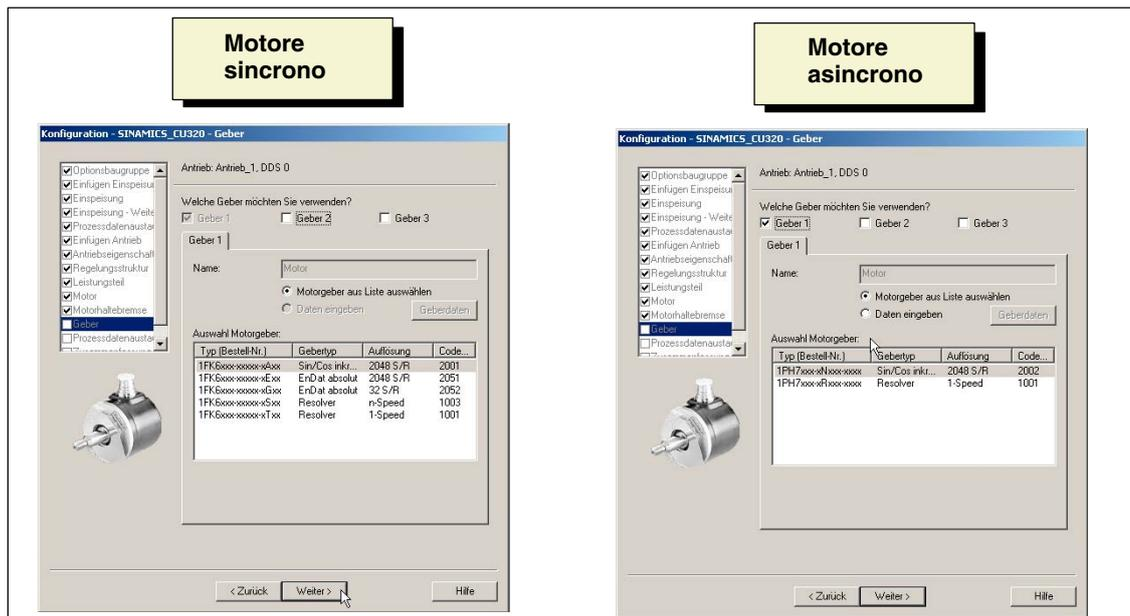

Fig. 10-24 Configurazione encoder
18. Selezionare **Senza freno di stazionamento** e confermare con **Avanti >** per selezionare nel passo successivo l'encoder che si trova sul motore (vedere la fig. 10-24).